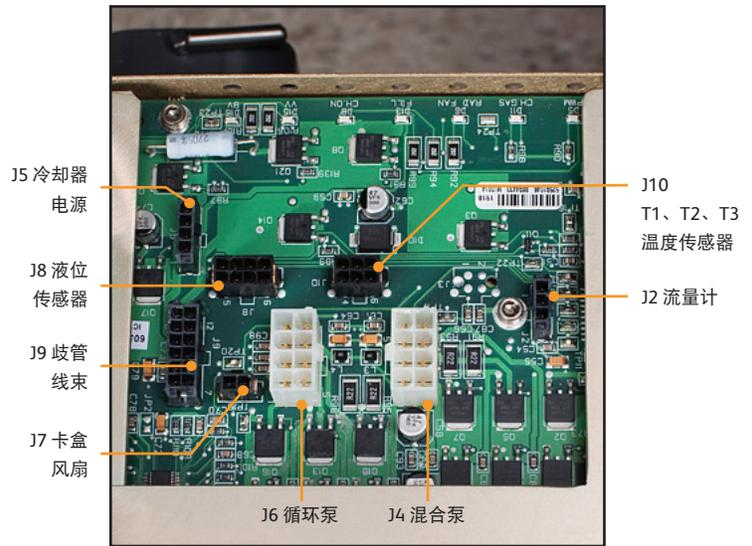

图 8-15 I/O 电路卡接线
1. 小心地逐一断开与卡相连的八条电缆，在拉动之前释放各锁舌。这些连接的插图见图 8-15。